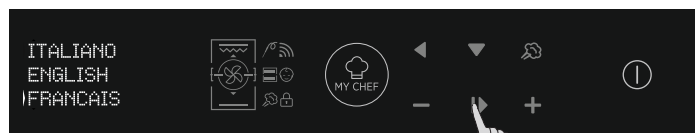

Figura 6
- Pulse OK para continuar. (Figura 6)